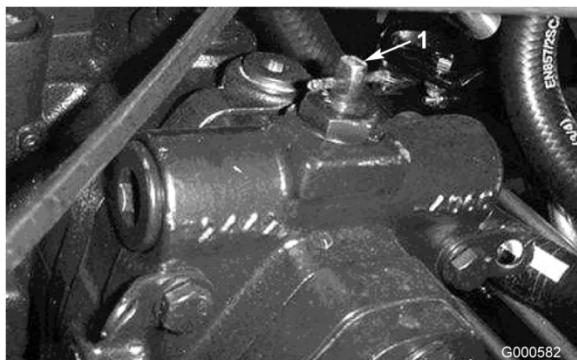

Figura 16
2. Rode a válvula de derivação 90° (1/4 de volta) em qualquer direcção, para permitir a passagem interna do óleo (Figura 16). Após este procedimento, torna-se possível deslocar lentamente a máquina sem danificar